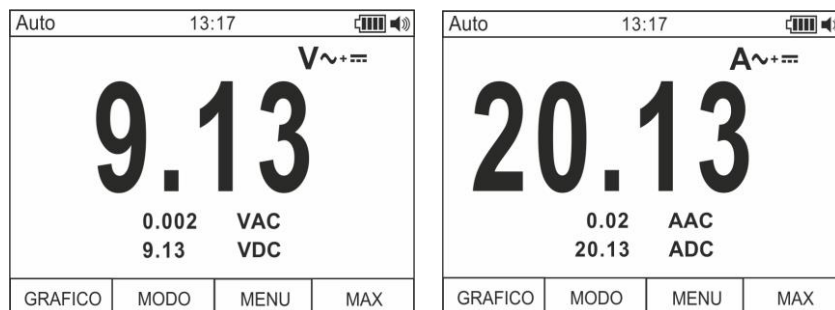

Fig. 3: Descripción medida de tensión y corriente CA+CC
2. Pulse la tecla **F2** seleccionando los modos " $V \sim + \sim$ " o " $A \sim + \sim$ " (vea Fig. 3)